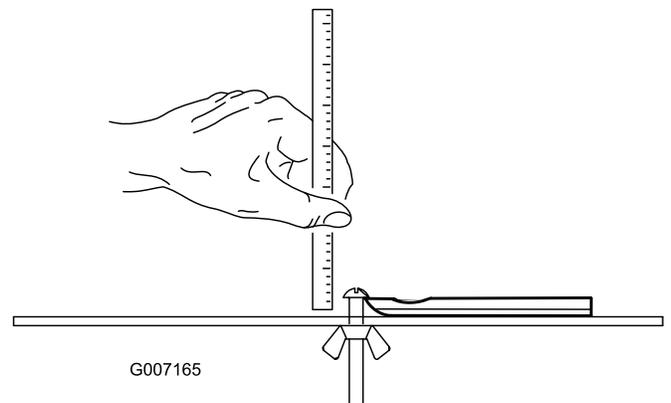

Рисунок 25
**Примечание:** Все измерения эксплуатационного предела неподвижного ножа выполняются относительно нижней части неподвижного ножа (Рисунок 25).